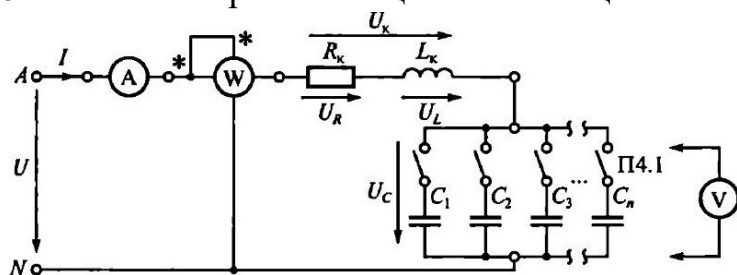

Рис. 5.1. Схема ЭЦ для изучения резонанса напряжений
Схема ЭЦ с включенными в нее измерительными приборами приведена на рис. 5.1. В качестве измерительных приборов в работе используются:
3.3. Собрать ЭЦ в соответствии с рис. 5.1. С помощью переключателя пределов установить наибольшую номинальную величину измерительных приборов. Все конденсаторы должны быть отключены (кнопки отжаты).